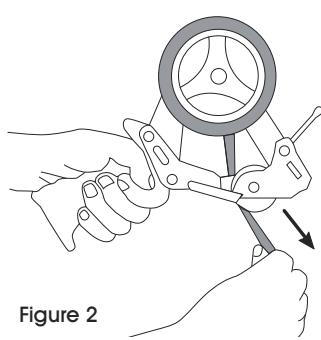

Figure 2
2. Unroll 5-6 inches of tape (sticky side down) and thread between smoothing roller and metal loading gate. (See Figure 2)
- Déroulez 12 à 15 cm (5 à 6 po) de ruban (côté adhésif vers le bas) et enfilez-le entre le rouleau de lissage et la porte de chargement en métal. (Voir Figure 2)